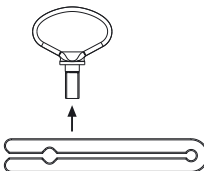

Abb. 7
- Abziehlhilfe demontieren, siehe Abb. 7.